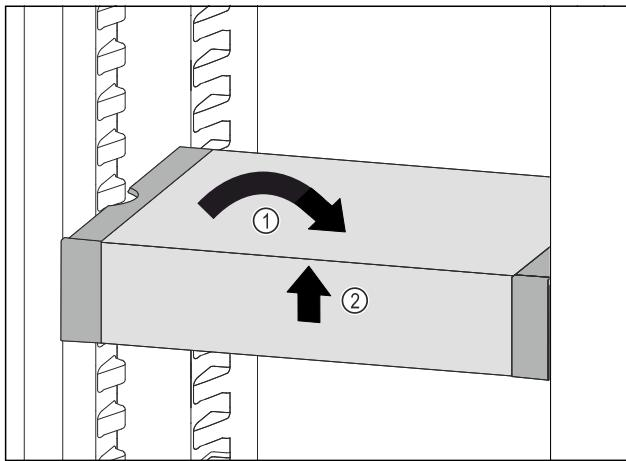

Fig. 48
- Вирівняти VarioSafe. *Fig. 48 (1)*
- Підняти VarioSafe спереду. *Fig. 48 (2)*